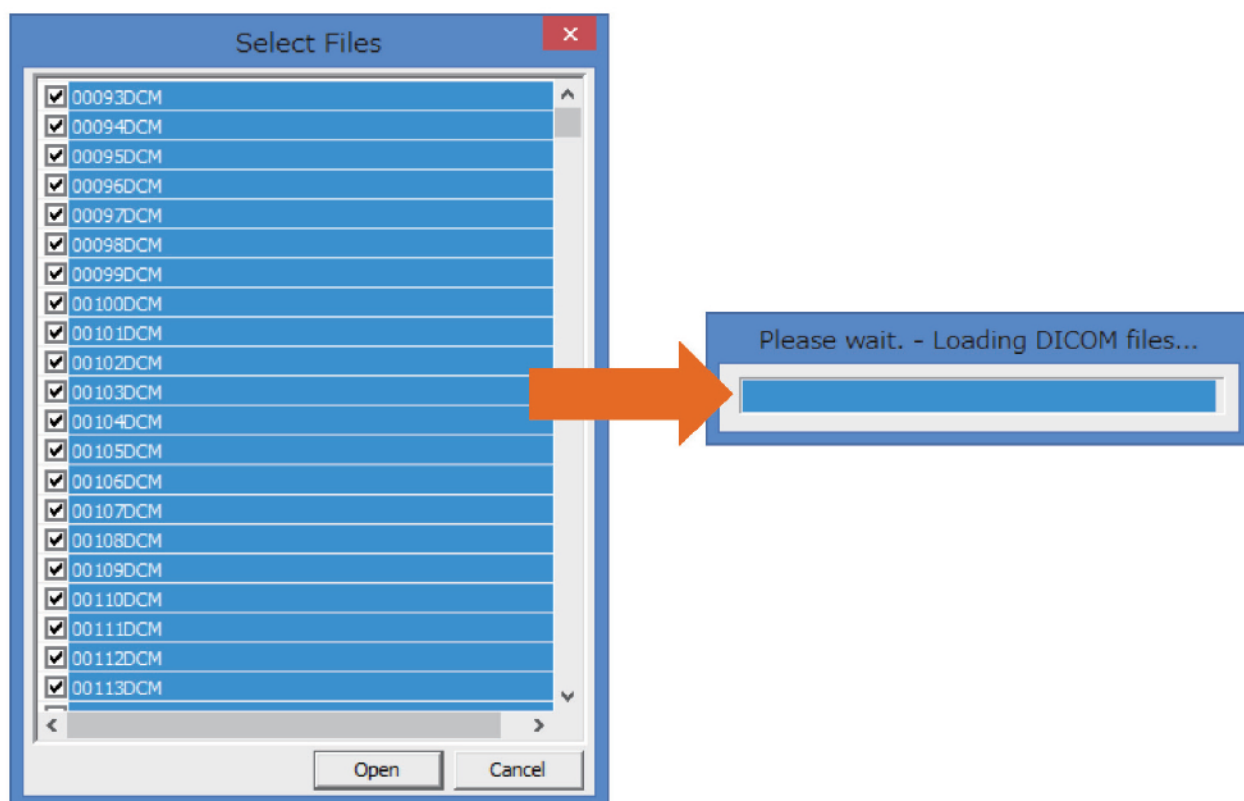

図3-2 DICOM画像フォルダの選択
2. 次にDICOMファイル名の一覧が出ますので、全ての選択(チェックがONの状態)を確認して[Open]ボタンをクリックすると、DICOM読み込みを開始します。(図3-2)